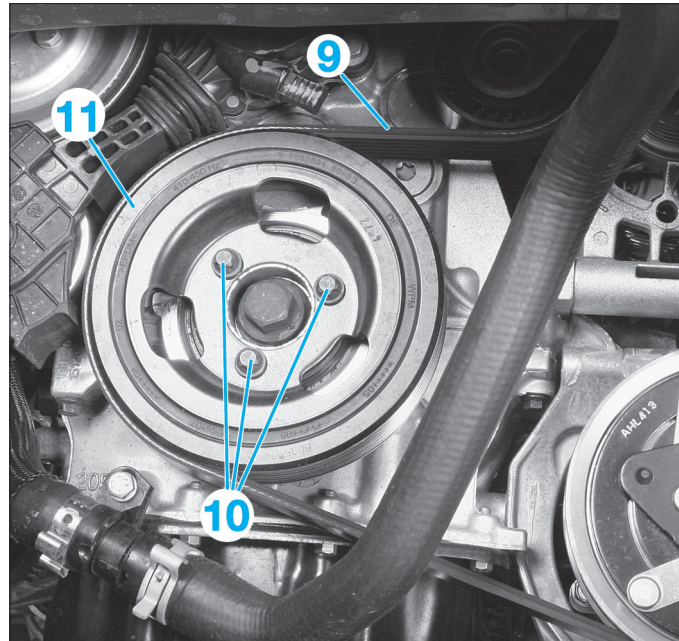

Fig. 2
- les bobines d'allumage (6),
- les 2 vis de fixation du raccord de suralimentation (7),
- le raccord d'air de suralimentation (8).
- la courroie d'entraînement des accessoires (9) (Fig.2), (voir opération concernée),
- les 3 vis (10) de la poulie d'entraînement des accessoires,
- la poulie d'entraînement des accessoires (11).